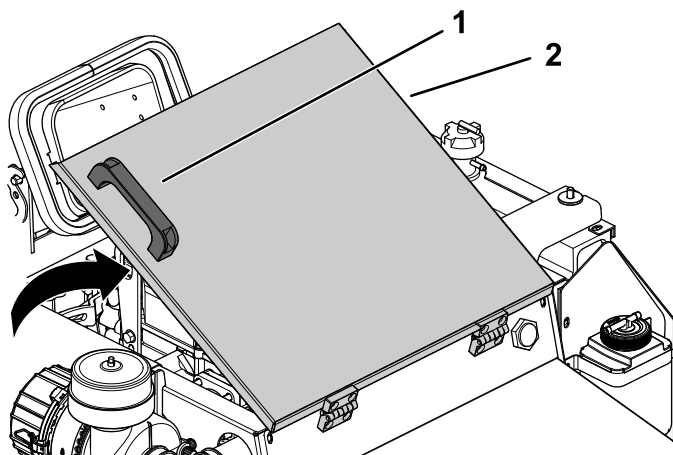

Figure 57
2. Soulevez le couvercle d'accès au moteur par la poignée pour accéder au moteur (Figure 57).